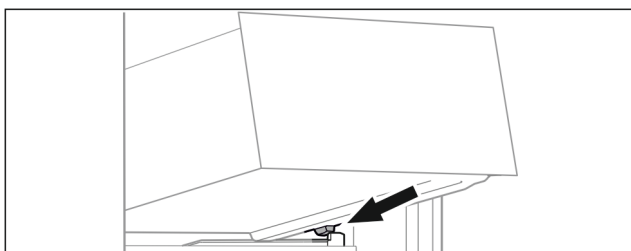

Fig. 62
- ▶ Встановити висувний ящик за стопорами на ребро для резервуару навкоси. (див. Fig. 62)